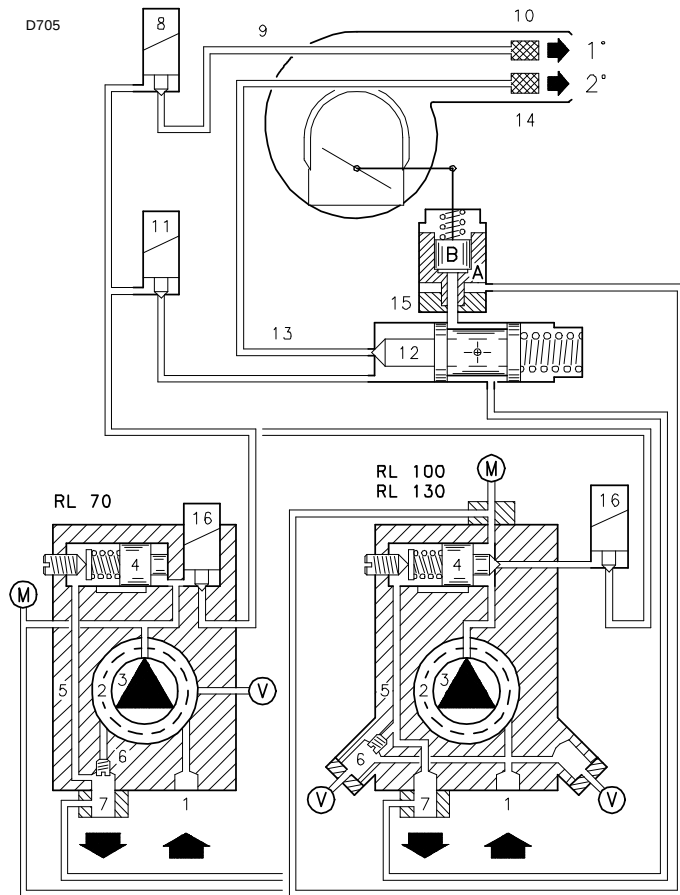

Fig. 24
8.2.1 Burner starting (Fig. 23) - (Fig. 24)